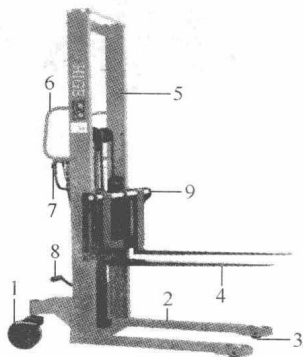

图 1-4 手动液压叉车的组成
(1) 按动力源分类 按动力源不同叉车可分为内燃叉车、电动叉车和手动叉车三种,如图 1-2 ~ 图 1-4 所示。
(2) 按传动方式分类 按传动方式不同,叉车可分为机械传动、液力传动、全液压传动和电传动叉车四种。
(3) 按特种行业用途分类 按特种行业用途不同,叉车可分为防爆叉车、多向走叉车、越野叉车、集装箱行走吊、军用工业车辆、车载式叉车和无人驾驶